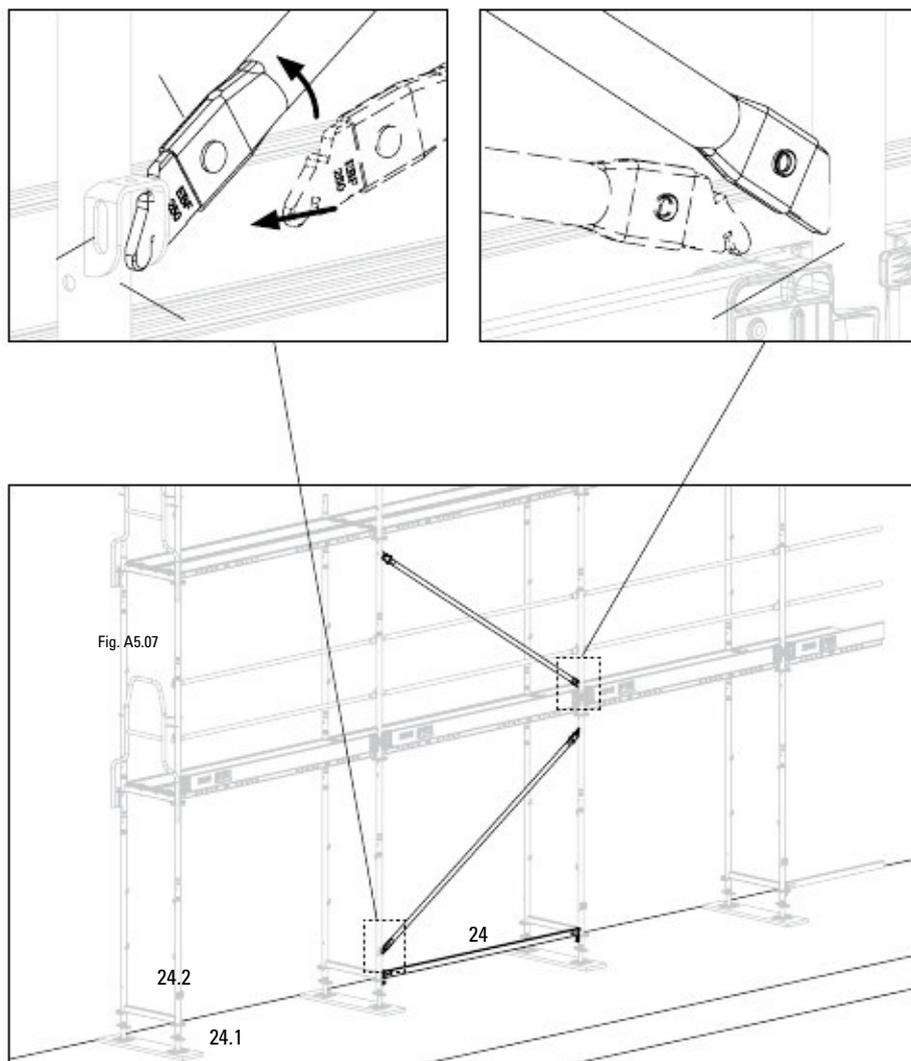

Fig. A5.07a
3. Монтирайте челния диагонал EBF. (Fig. A5.07a)